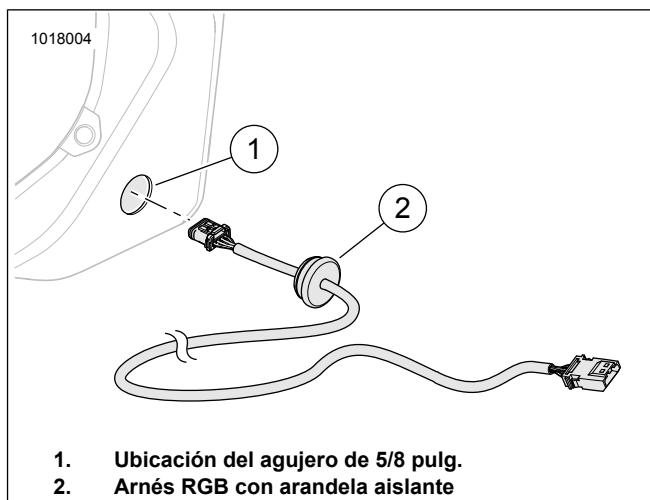

Figura 24. Instalación del arnés RGB
Consulte la Figura 24. Desde el lado interior de la cápsula de altavoz, inserte el extremo macho del arnés con la arandela aislante (2). Presione la arandela aislante dentro del agujero de 16 mm (5/8 pulg.) (1) iniciando primero un borde ahusado de esta hacia el agujero. Correctamente instalado, el exterior de la arandela aislante debe asentarse contra el exterior de la cápsula de altavoz. Presione alrededor del perímetro de la arandela aislante para asentarla en su lugar.